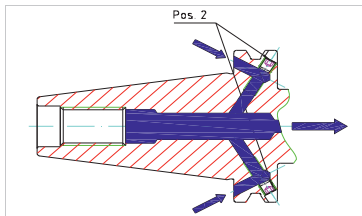

Abb. 15: Kühlmittelzuführung **Form AF/JF**
5. Schrauben Sie in den abgekühlten Werkzeughalter an „Pos. 2“ die Gewindestifte mit Schraubensicherung (Klebstoff) mittelfest ein (siehe *Abb. 15: Kühlmittelzuführung Form AF/JF*).